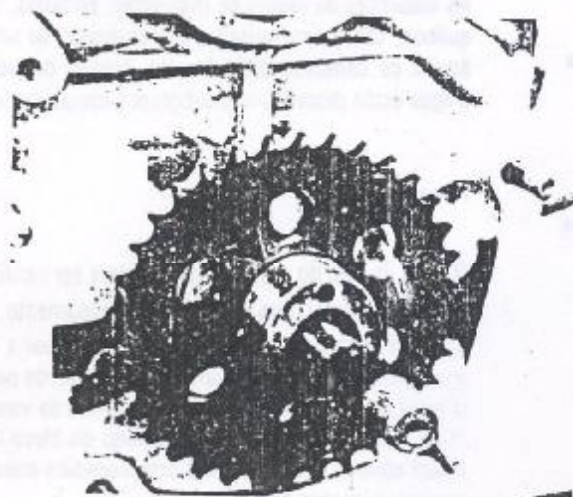

Figura 1.01.11 - Excêntrico de acionamento da bomba de gasolina.
29. Remover o excêntrico de acionamento da bomba de gasolina com a ferramenta G.1.27.01A. Para tal, girar excêntrico no sentido horário, uma vez que o mesmo possui rosca à esquerda (Figura 1.01.11).